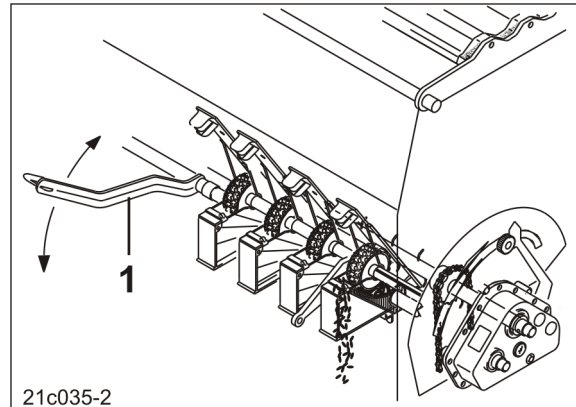

Bild 150
4. Ställ alternativt in bottenklaffspaken (Bild 150/1) på en position mellan 1 och 4.